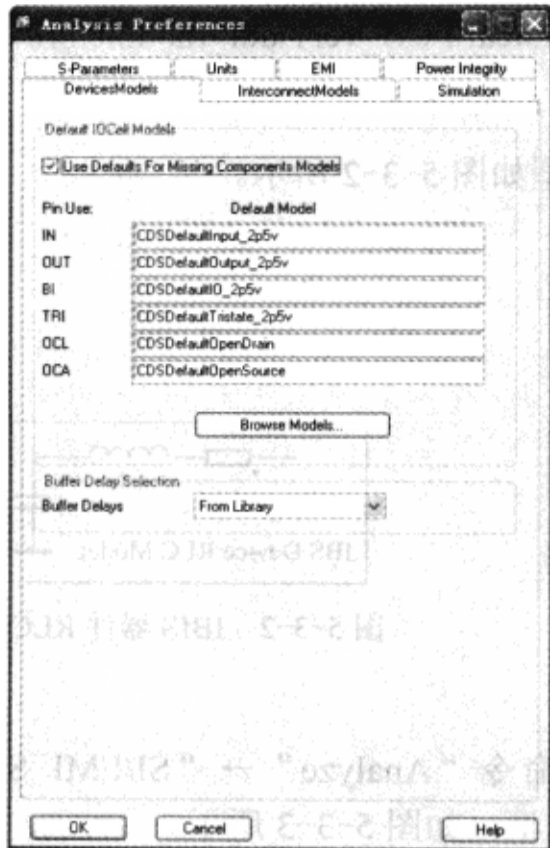
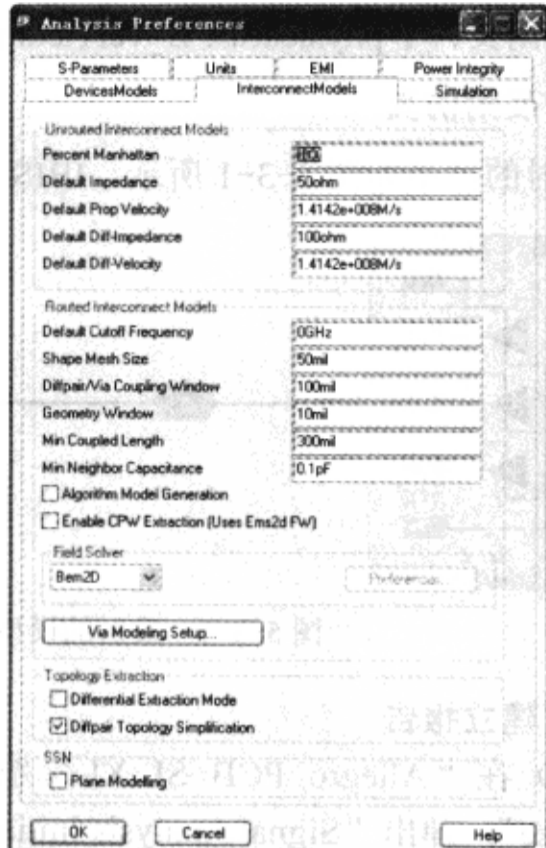

图 5-3-5 “Analysis Preferences” 对话框
图 5-3-6 设置互连参数
(1) 执行菜单命令“Analyze”→“SI/EMI”→“Preferences”, 弹出“Analysis Preferences”对话框, 如图 5-3-5 所示。
(2) 在“Analysis Preferences”对话框的“DevicesModels”标签页, 确保“Use Defaults For Missing Components Models”被选择。当没有给元器件分配信号模型时, 使用这个窗口列出的默认的 IOCell 模型仿真。
(3) 设置“InterconnectModels”标签页的参数, 如图 5-3-6 所示。